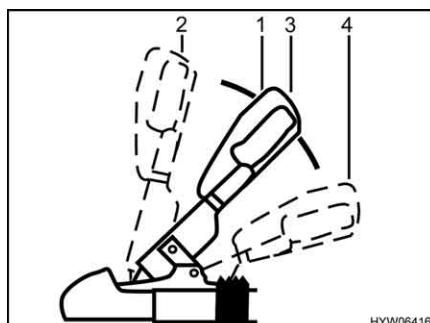

Fig. 2 Gancio di sicurezza
- Tirare la maniglia del gancio (Fig. 2,1) verso l'alto in posizione "aperto" (Fig. 2,2). Il gancio di sicurezza è aperto.
- Applicare il gancio di sicurezza aperto sulla sfera del traino della motrice e rilasciare la maniglia del gancio. La maniglia ritorna automaticamente nella posizione iniziale (Fig. 2,3).
- Attivare il dispositivo di stabilizzazione. A tal fine, premere la maniglia del gancio dalla posizione chiusa (Fig. 2,3) verso il basso (Fig. 2,4) fino all'arresto.
Per spegnere il dispositivo di stabilizzazione, p. es. in caso di transito su ghiaccio o neve, tirare lentamente verso l'alto la maniglia del gancio (Fig. 2,1) fino alla posizione chiusa (Fig. 2,3).